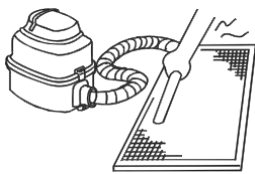

Abb.6-3
- a. Die Lufteinlassseite muss bei Verwendung eines Staubsaugers nach oben zeigen.(siehe Abb.6.3).